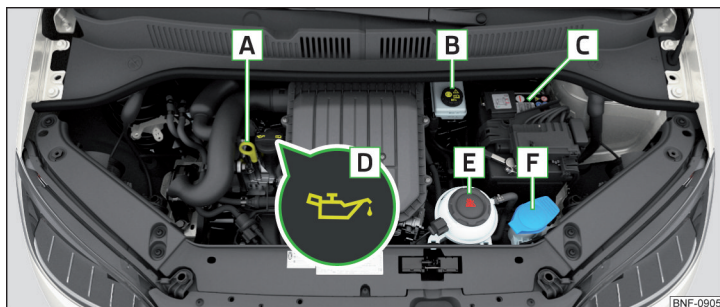

Fig. 139 Exemplu de amplasare în compartimentul motor
- ▶ Deșurubați capacul orificiului de umplere cu ulei **D** » fig. 139 la pagina 119.